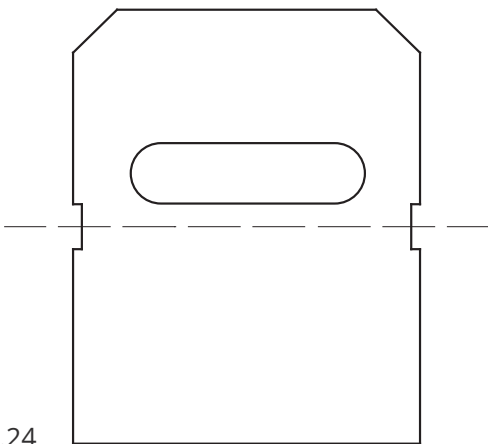

Fig. 8.24
- Maak een uitsparing op de plaats van de buiglijn om zadelvorming door het buigen tegen te gaan. (Fig. 8.24)